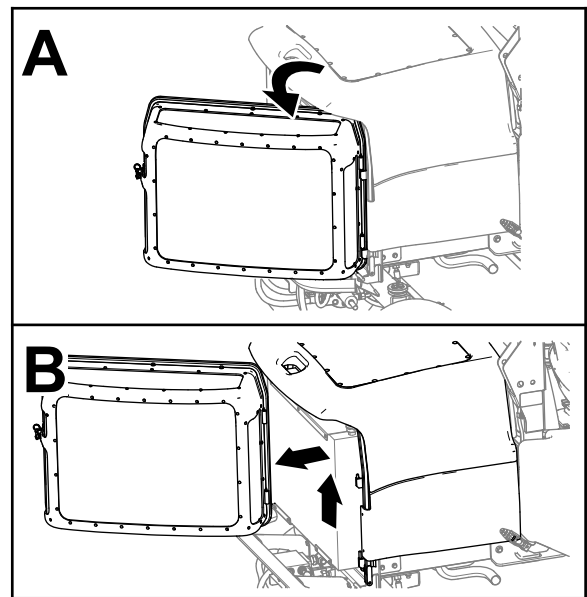

Figure 65
3. Déverrouillez la grille du moteur, ouvrez-la et soulevez-la hors de la machine (Figure 65).